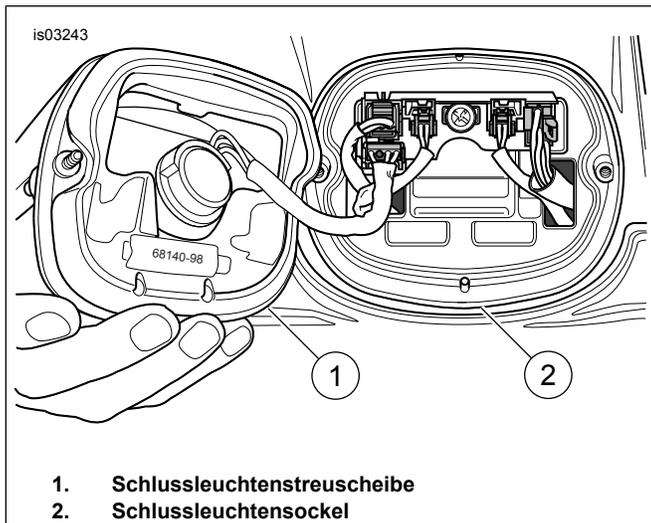

Abbildung 1. Schlußleuchtenstreuscheibe ausbauen
2. Siehe Abbildung 1. Die zwei Schrauben und die Schlussleuchtenstreuscheibe (1) vom Sockel (2) entfernen.
10. Siehe Abbildung 1. Die Schlussleuchtenstreuicheibe (1) mit zwei Schrauben auf der Fassung (2) anbringen.